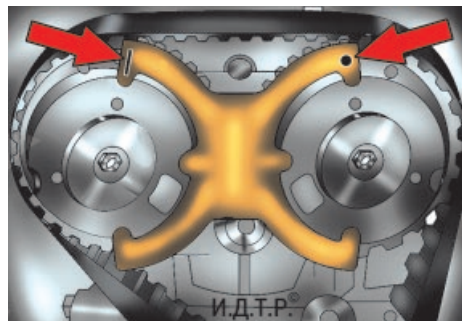

Рис. 5.20. Фиксация распределительных валов от проворачивания специальным приспособлением
11. Зафиксируйте распределительные валы от проворачивания, установив в специальные пазы в корпусах механизмов VCT фиксирующее приспособление (рис. 5.20). Приспособление установите так, чтобы метки на ветвях приспособления были вверху, причем метка в виде линии должна быть со стороны выпускного распределительного вала, а метка в виде точки – со стороны впускного.
24. Установите на корпуса механизмов VCT фиксирующее приспособление (см. рис. 5.20). Если приспособление удалось установить без затруднений, ремень привода газораспределительного вала установлен правильно. Если приспособление установить не удалось (смещены фазы газораспределения), снимите ремень, установите фиксирующее приспособление и повторите установку ремня, как описано выше.